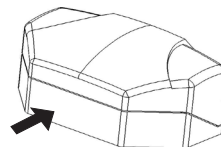

Рисунок 3
8.1 Снимите крышку извещателя, для чего нажав на заднюю стенку основания извещателя (рисунок 3), сдавите пальцами второй руки края крышки, в местах указанных на рисунке 4, снимите крышку.